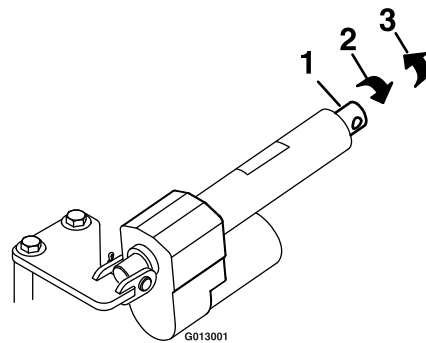

Figura 10
8. Si el taladro del actuador no se alinea con el taladro de la chapa lateral del actuador, gire el extremo del actuador en sentido horario o antihorario hasta que se alinee, como se muestra en Figura 10.